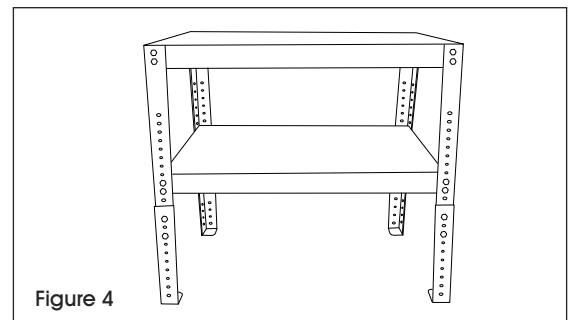

Figure 4
6. Placez la table à l'endroit et vérifiez que tous les boulons et les écrous sont bien serrés. (Voir Figure 4)